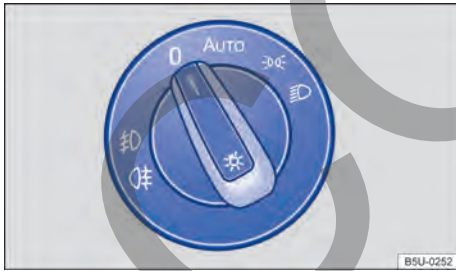

Fig. 65 En el panel: conmutador de las luces.
La luz de control **☞** en el conmutador de las luces → fig. 65 indica que el farol de neblina está encendido.
- Encender el farol de neblina: tirar del interruptor de las luces → fig. 65 de la posición \Rightarrow o \Rightarrow hasta la primera marcha.
- Encender la linterna de neblina: tirar totalmente del interruptor de las luces → fig. 65 de la posición \Rightarrow o \Rightarrow .